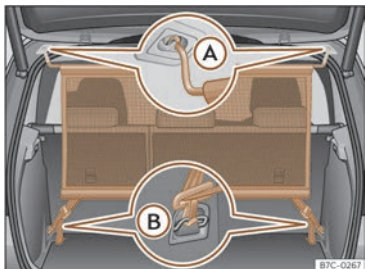

Abb. 163 Netztrennwand eingebaut.
- Netztrennwand in der linken Aufnahme am Dach >>> (Abb. 163) A einhängen. Darauf achten, dass die Querstange über die obere Position hinaus nach unten gezogen wird.
- Netztrennwand in der rechten Aufnahme am Dach durch Zusammendrücken der Querstange >>> (Abb. 163) A einhängen.
- Beide Haltehaken der Netztrennwand in die vorderen Verzurrösen im Gepäckraum >>> (Abb. 163) B einhängen und die Gurte fest spannen.